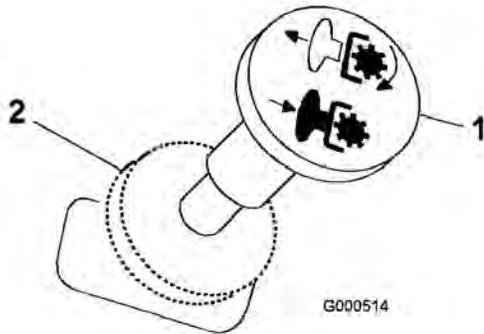

Figura 11
3. Tire del mando de control de las cuchillas para engranar las cuchillas (Figura 11).
Para desengranar las cuchillas, mueva el mando de control de las cuchillas a Desengranado (Figura 11).